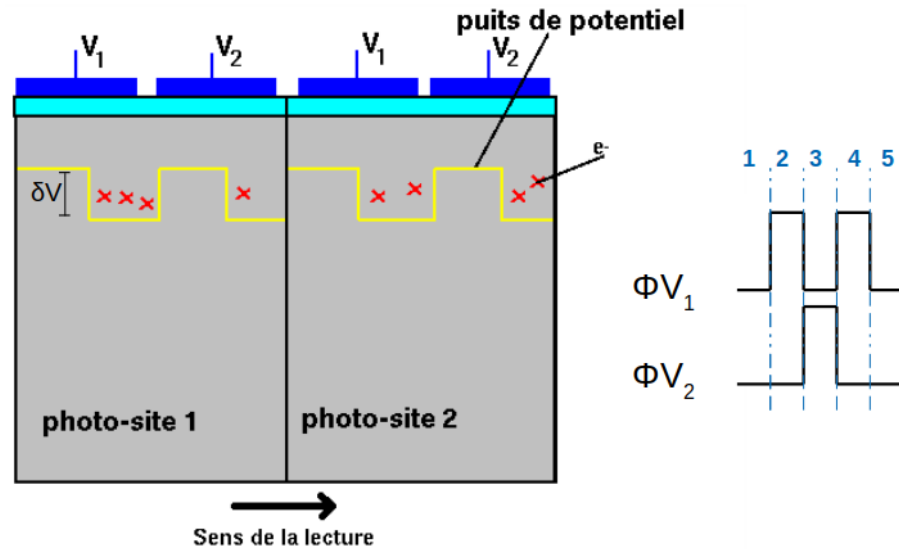

Figure 6 – Schéma montrant le puits de potentiel dans chaque photo-site de la matrice pour l'étape 1 (i.e.  $\Phi V_1$  &  $\Phi V_2$  à l'état bas)
- 1) Afin d'assurer le stockage et le transfert des charges, la forme du potentiel sous une électrode sera considérée comme étant une marche de potentiel (cf. Figure 6). La barrière de potentiel  $\delta V$  sous chaque électrode ne dépend pas de la tension de polarisation de l'électrode.